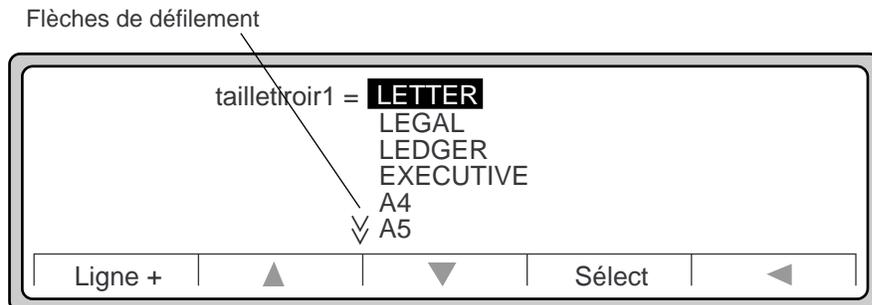

Figure 3-10 Choix du format de papier
4. Appuyez sur ► pour afficher la liste des formats disponibles dans le Panneau de configuration (Figure 3-10).